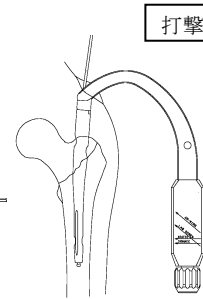

図 4
- 4) ターゲットデバイスを叩かないよう、手動的にネイルを髄腔へ挿入します。挿入後、ガイドワイヤーを取り外します。（図 4）